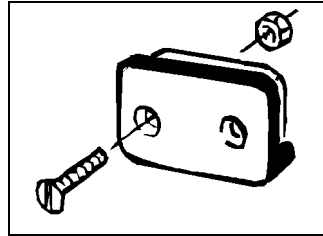

Fig. 7
1. Cihaz tutucusunu (Fig. 7) traktör kabineye sabitleyin.